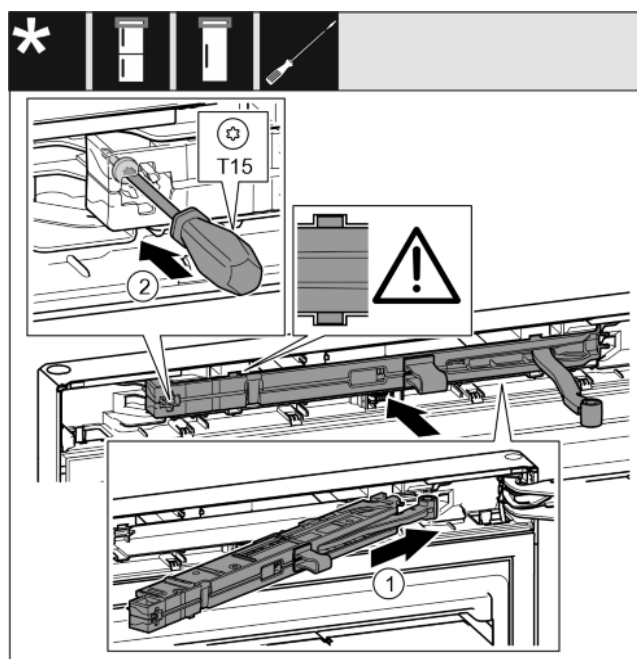

Fig. 38
- ▶ Schließdämpfereinheit auf der Lagerbockseite bis zum Anschlag schräg in die Aussparung einschieben. *Fig. 38 (1)*
- ▶ Schraube mit einem Schraubendreher T15 festschrauben. *Fig. 38 (2)*